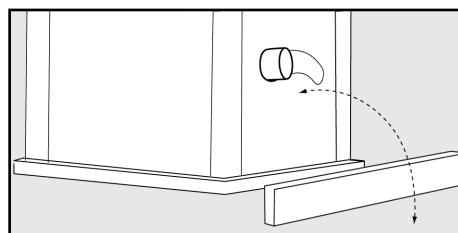

FIGURE 3
- Placez une plaque métallique de 2x4 à l'arrière de la scie, comme indiqué sur la Figure 3, pour éviter d'endommager le capteur à poussière lors du redressement de la scie.